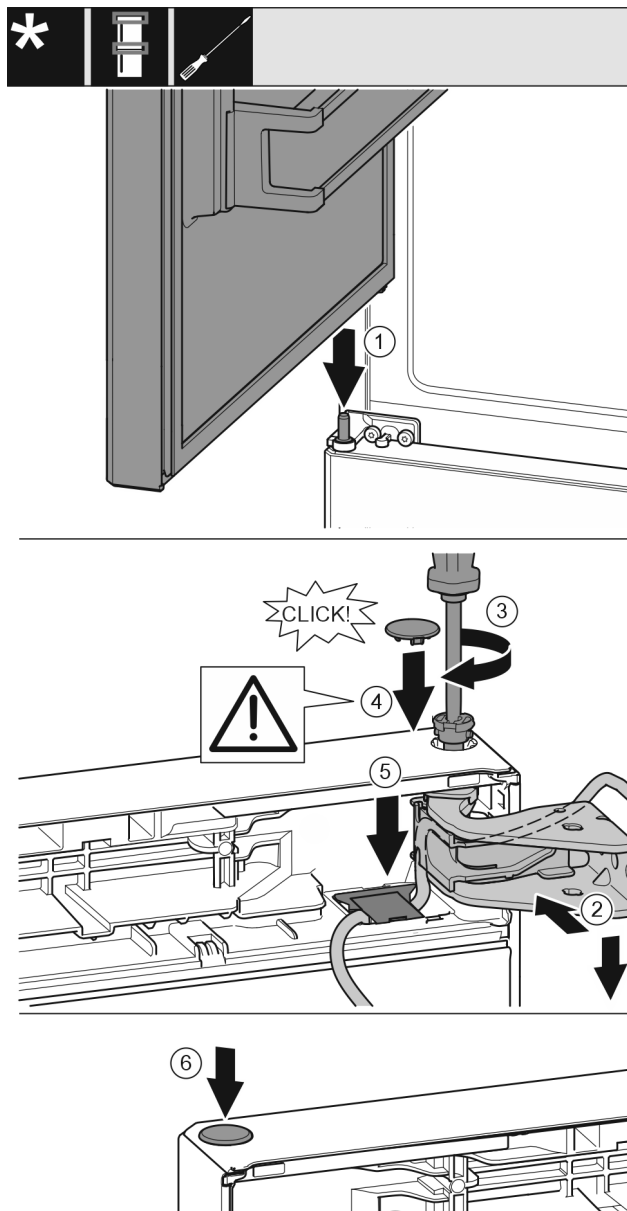

Fig. 42
- ▶ Mettere la porta superiore sul perno di supporto centrale. Fig. 42 (1)
- ▶ Allineare la porta in alto all'apertura nel blocco di supporto. Fig. 42 (2)
- ▶ Inserire i perni e serrare con il cacciavite T15. Fig. 42 (3)
- ▶ Montare la copertura di protezione della porta: inserire la copertura di protezione e controllare se appoggia sulla porta. Altrimenti inserire completamente il perno. Fig. 42 (4)
- ▶ Inserire la copertura e premerla verso il basso fino all'innesco. Fig. 42 (5)
- ▶ Inserire i tappi. Fig. 42 (6)